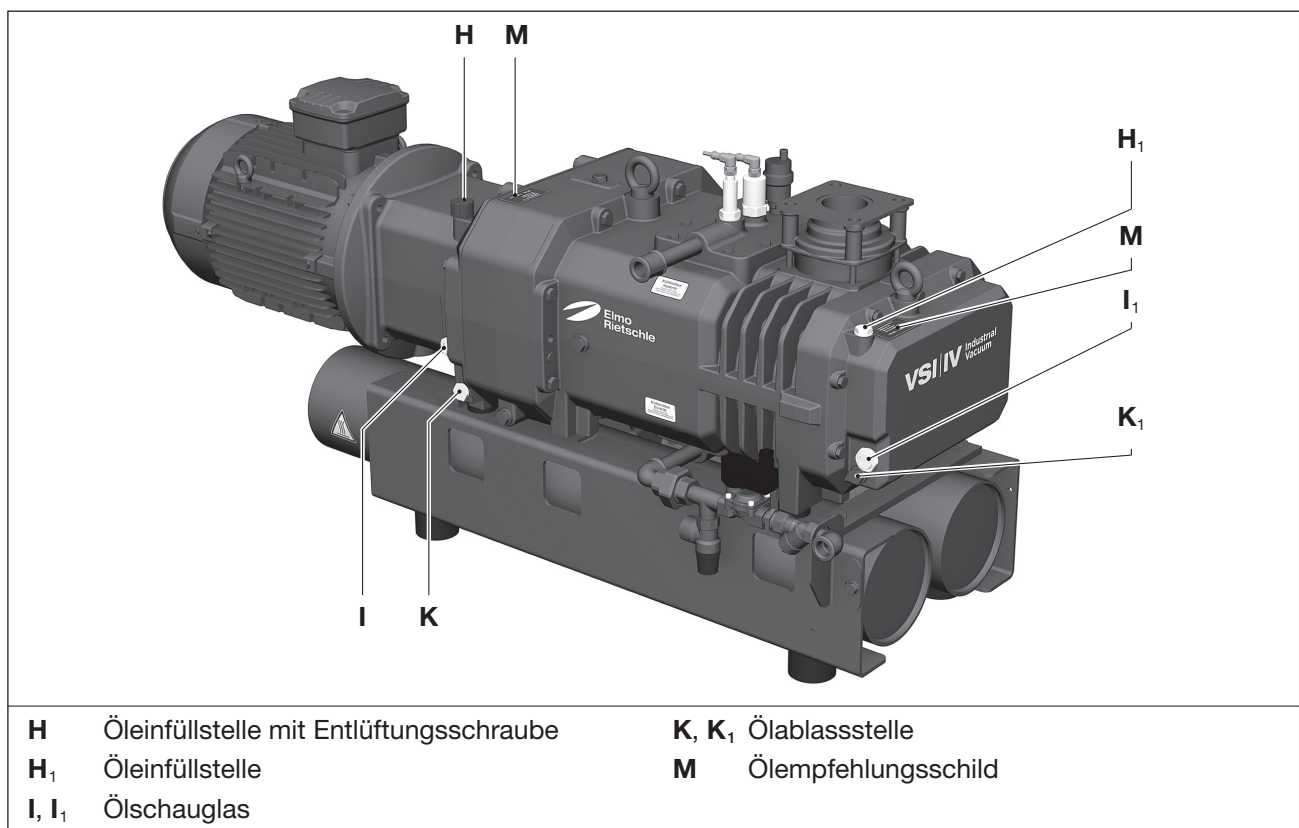

Abb. 17 Ölwechsel
Ölstand in den Schaugläsern (Abb. 17/I, I1) monatlich kontrollieren.
- Verschluss der Öleinfüllstelle (Abb. 17/H) öffnen und Öl bis zur Oberkante des Schauglases (Abb. 17/I) auffüllen.
- Verschluss der Öleinfüllstelle (Abb. 17/H1) öffnen und Öl bis zur Oberkante des Schauglases (Abb. 17/I1) auffüllen.
- Verschluss der Öleinfüllstellen (Abb. 17/H, H1) öffnen, Ölablassstellen (Abb. 17/K, K1) öffnen und Altöl vollständig ablassen.
- Ölablassstellen (Abb. 17/K, K1) verschließen und neues Öl an den Öleinfüllstellen (Abb. 17/H, H1) einfüllen.
- Ölstand an den Schaugläsern (Abb. 17/I, I1) kontrollieren.